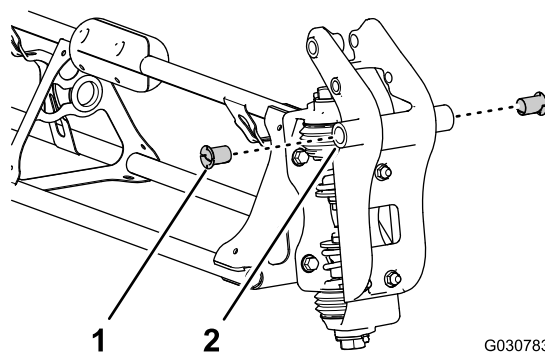

図 99
2. ピボットフィッティングの両側にある 31.8mm の穴に、ナイロン製のフランジブッシュを入れる 図 99。